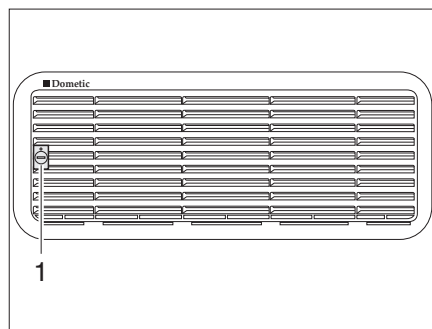
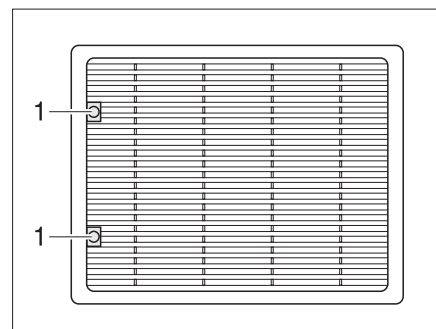

Fig. 318 Grille d'aération du réfrigérateur (Dometic petit)
Fig. 319 Grille d'aération du réfrigérateur (Dometic grand)
- Tourner la vis (Fig. 318,1 ou Fig. 319,1) d'un quart de tour à l'aide d'une pièce de monnaie.